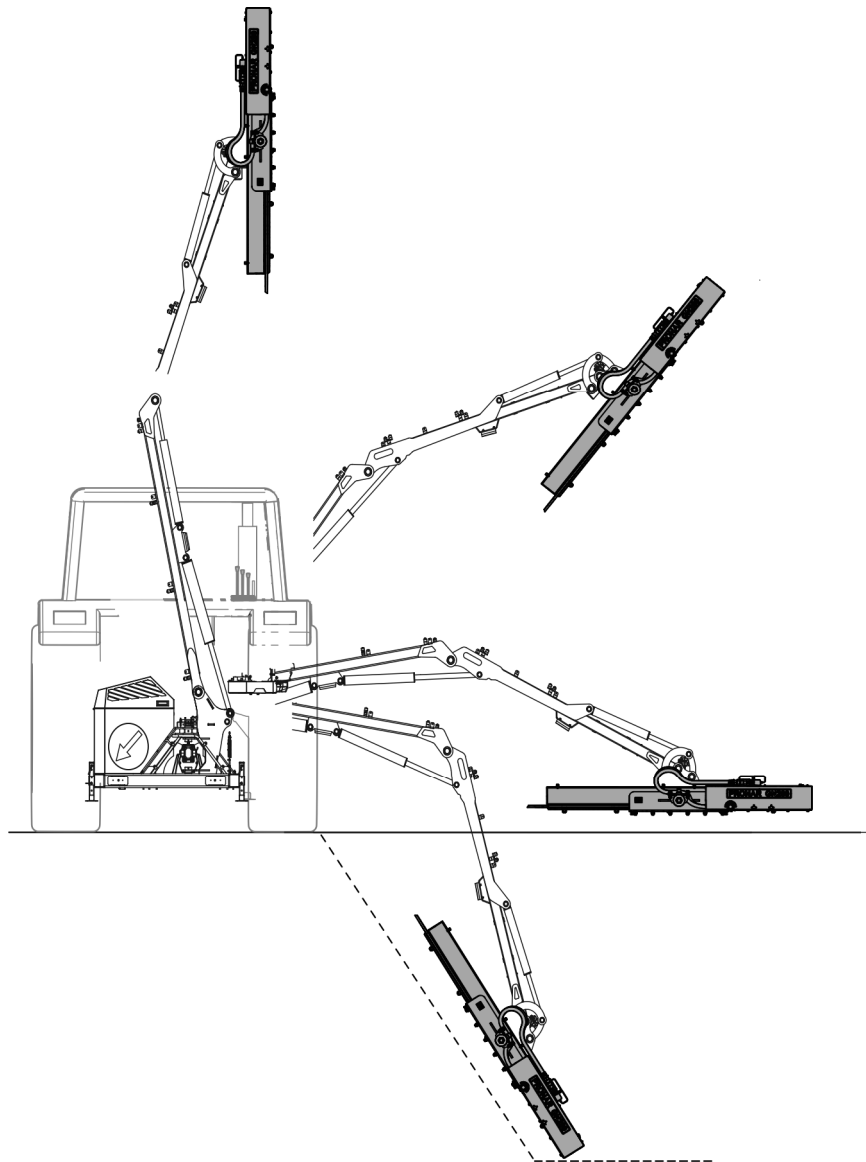

BILD 4.3 Beispiel der Betriebsposition des Scherenkopfs am Multifunktions-Ausleger.
- Durch Steuerung der entsprechenden Hydraulikkreise den Auslegerarm so einstellen, dass sich der Scherenkopf in Betriebsposition befindet (BILD 4.3).